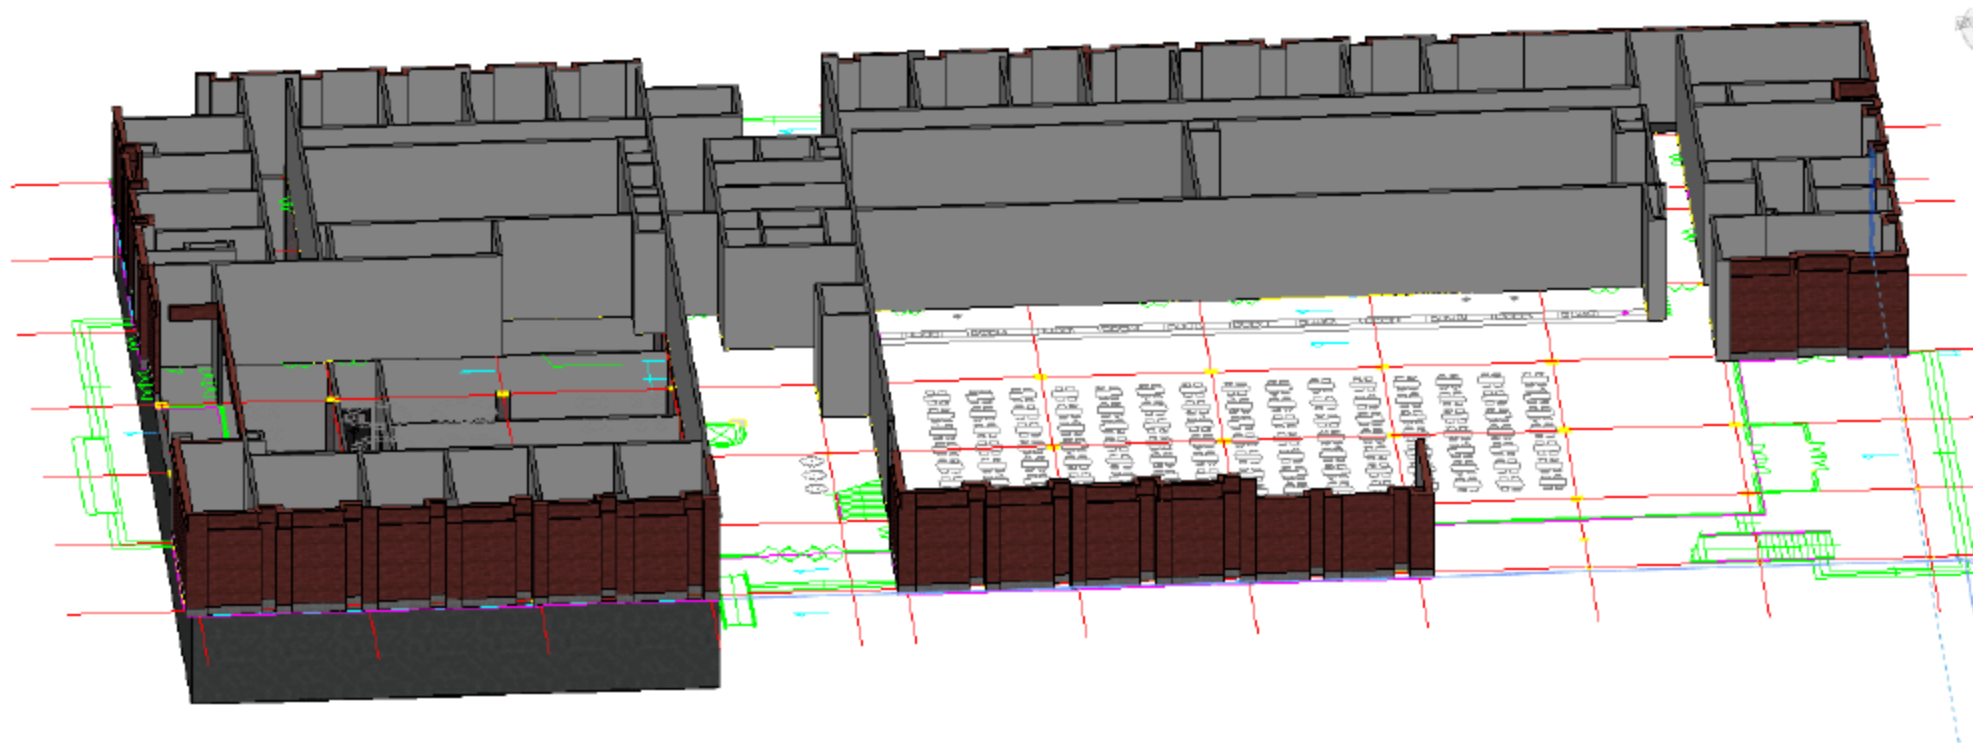

图 10.2.53 一层内墙三维视图
(3) 完成一层所有内墙的绘制后,按快捷键 F4 进入三维视图模式,如图 10.2.53 所示。